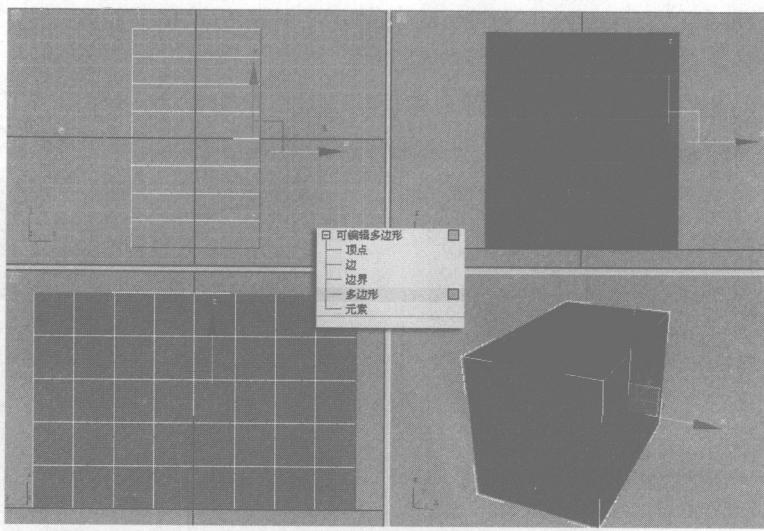

图 1-12 选择“多边形”子对象
- 8 进入“多边形”子对象层，按住键盘上的 Ctrl 键，选择如图 1-12 所示的“多边形”子对象，被选择的“多边形”子对象呈红色显示。